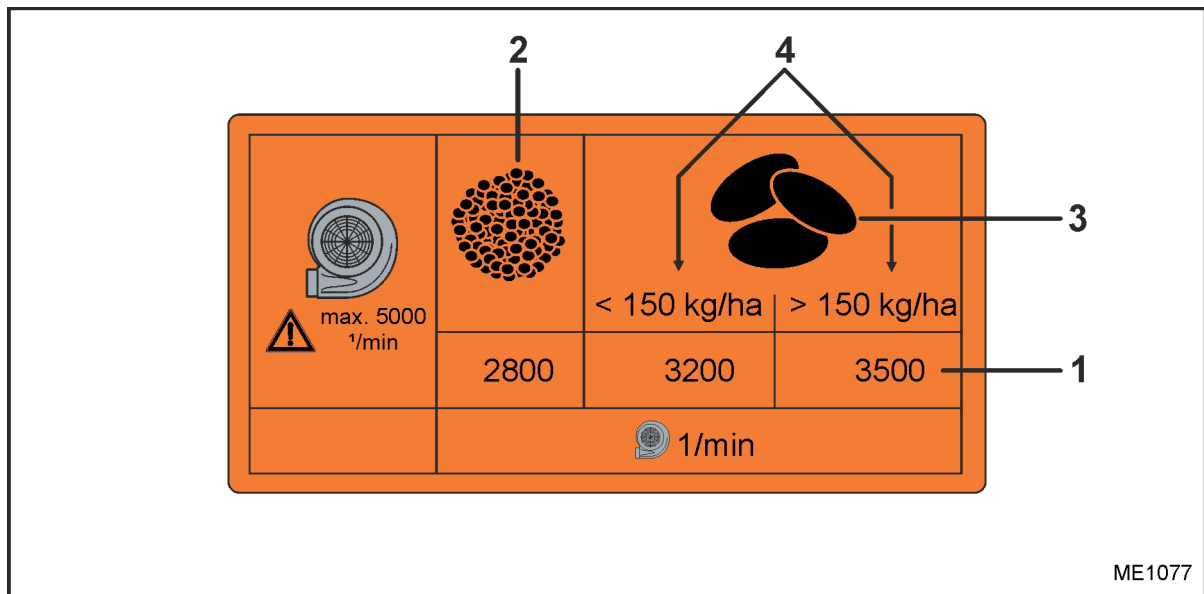

Fig. 73
Die erforderliche Gebläsedrehzahl (Fig. 73/1) ist abhängig
- Feinsaatgut (Fig. 73/2),
- Getreide oder Leguminosen (Fig. 73/3) und der Ausbringmenge (Fig. 73/4).
- Getreide-Ausbringmenge: 130 kg/ha (Fig. 73/4)